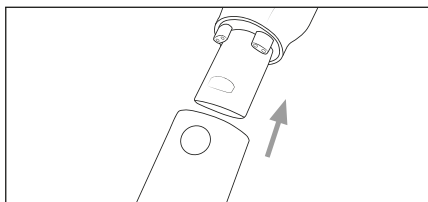

Fig. 11
- ◆ Infilare la spazzola combinata 2 in 1 **13** sul tubo di aspirazione **23** oppure sull'apertura di aspirazione dell'apparecchio fino a quando non si innestano in posizione con un clic (vedere fig. 11). Assicurarsi che il dispositivo di blocco sia posizionato correttamente.